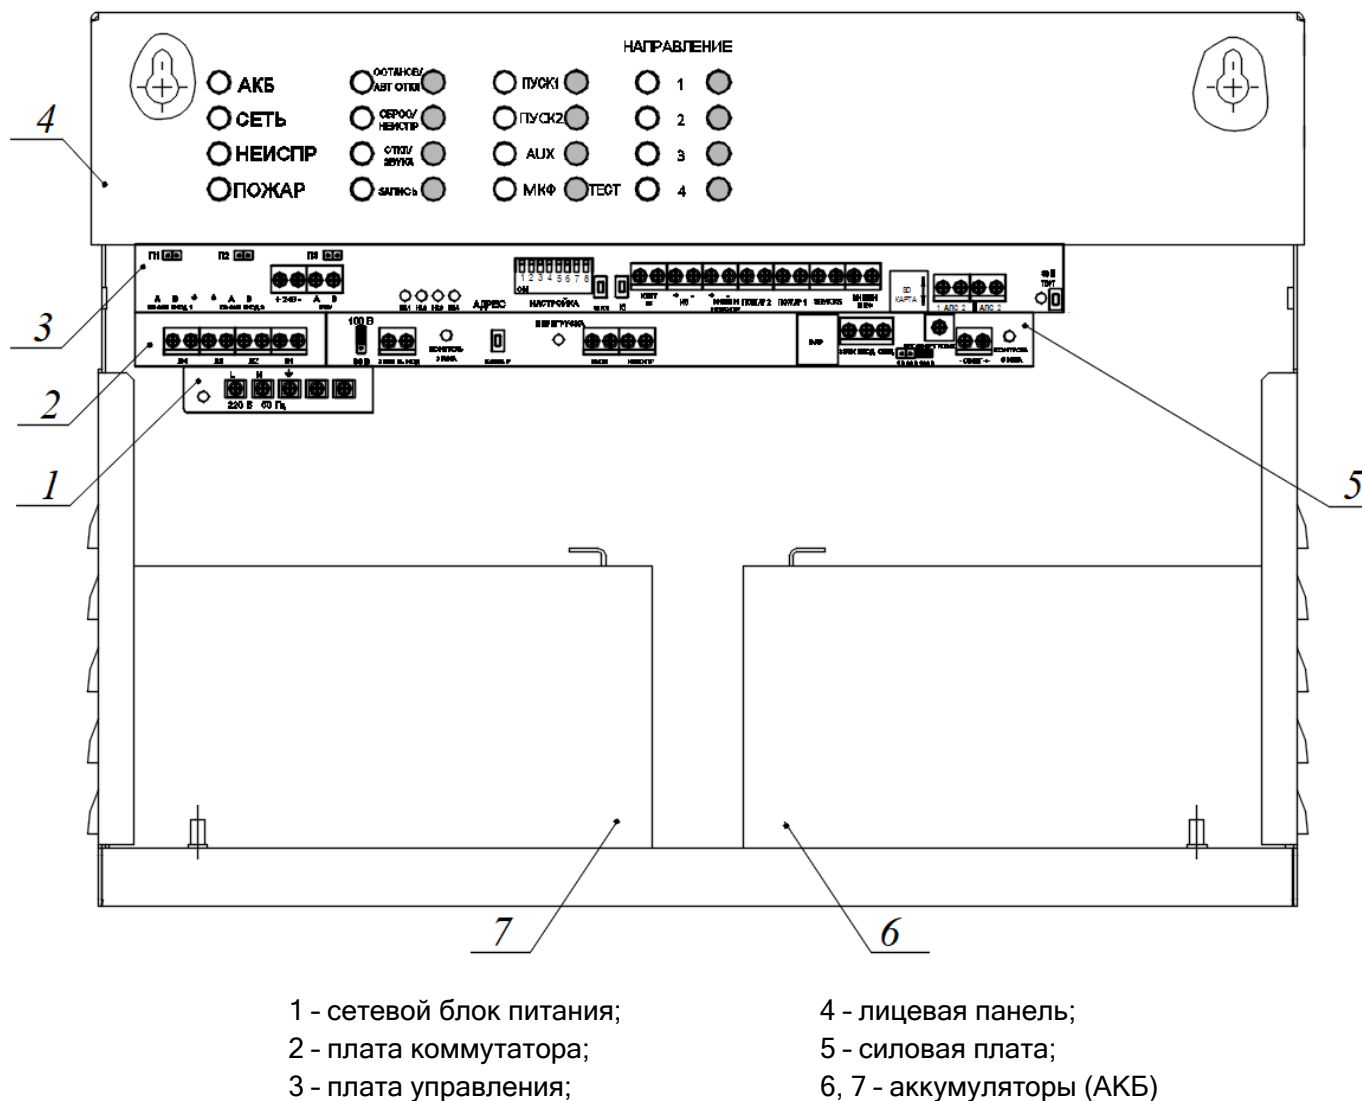

Рисунок 1.2 - Общий вид ППУ (без крышки)
Информация о режимах работы ППУ отображается посредством световой индикации. Единичные индикаторы и органы управления выведены на лицевую панель (см. рисунок 1.2, поз. 4).
1.4.4 На плате управления и на силовой плате (см. рисунок 1.2) расположены входные и выходные разъемы (колодки зажимов), через которые осуществляется подключение ППУ в составе прибора «Sonar Mini», а также органы управления и регулировки.
1.4.5 Речевые оповещатели подключаются к колодкам зажимов Л1 - Л4, расположенным на плате коммутатора ППУ (см. рисунок 1.2, поз. 2).